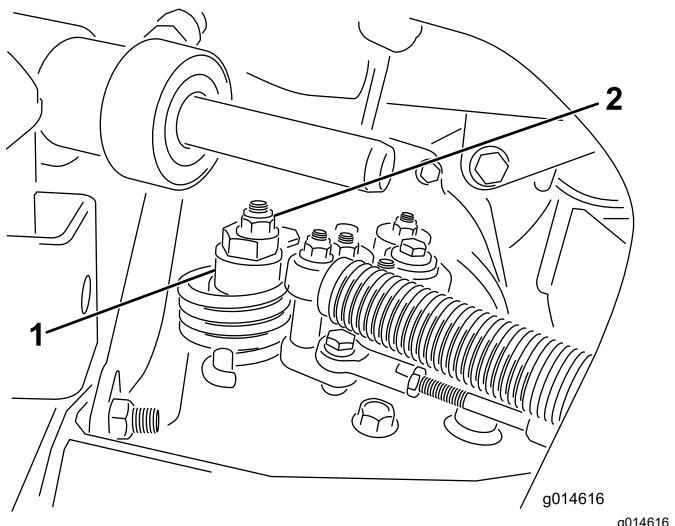

Рисунок 38
- A. Ослабьте контргайку крепления эксцентрика к верхней части гидростата (Рисунок 38).
- C. Поворачивайте эксцентрик до тех пор, пока не прекратится медленное вращение колеса в любом направлении. Когда колесо перестанет вращаться, затяните гайку, которая фиксирует эксцентрик и регулировку (Рисунок 38). Проверьте регулировку при положениях дроссельной заслонки Медленно и БЫСТРО.